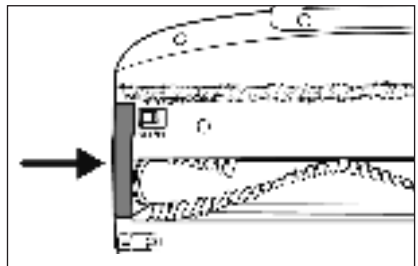

Abb. 27
- 5) Setzen Sie die Bürstenrolle (21) in die Bodenbürste (22) ein. Drehen Sie die Bürstenrolle (21) dabei etwas, um sie leichter einsetzen zu können.
- 6) Setzen Sie den Bürstenrollenhalter (20) wieder in die Bodenbürste (22) ein. Drücken Sie ihn nach unten, bis er mit einem Klickgeräusch in die Bodenbürste (22) einrastet (siehe Abb. 27).